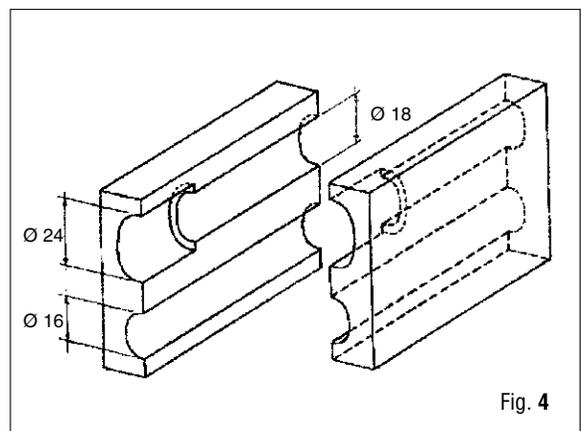
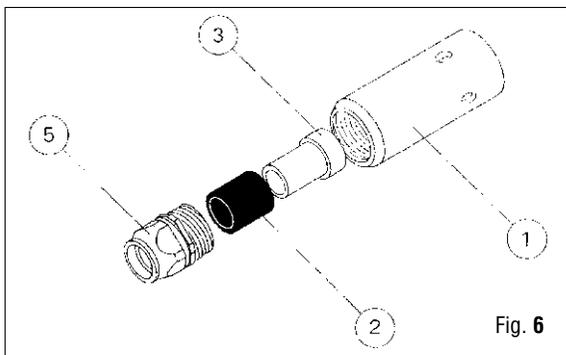
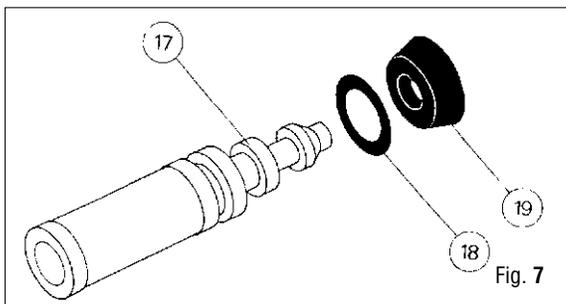
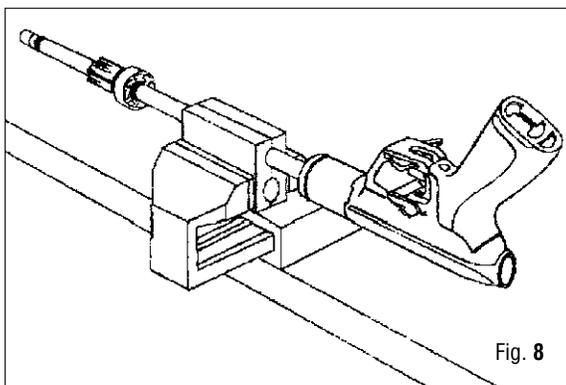

Fig. 4
Fig. 6
Fig. 7
Fig. 8
5. Apriete el cabezal (1-2-3-5) en las mordazas (diám 24 mm) usando una morsa (Fig.4). Extraiga el cabezal sujetando la empuñadura y la ojiva, atornillándolas simultáneamente en sentido antihorario y aplicando la misma fuerza en ambos componentes.
6. Apriete la ojiva en las mordazas (24 mm) (A-1) (Fig.4) y quite la virola (5) del cuerpo del cabezal (1) con una llave de 19 mm. (Fig. 6)
7. Quite el tubo de goma (2) y el casquillo de amortiguación (3) del cuerpo del cabezal.
8. Quite el tubo de goma (29) del casquillo de amortiguación.
9. Extraiga el pistón del cañón con la ayuda de la flecha del fusil (Fig. 7).
10. Extraiga el casquete del pistón (19) y el OR (18) del pistón.
11. Con movimiento rotatorio, extraiga la ojiva(4) y el OR (20).
12. Extraiga el refuerzo interno de la ojiva (23) hacia la parte anterior para facilitar la salida del aceite contenido en el fusil. Recoja este aceite en un contenedor. No tire el aceite agotado en el ambiente, consérvelo de manera correcta y entréguelo a las entidades de reciclaje (sólo versión CYRANO).
13. Desplace el soporte de la ojiva hasta su posición original y con movimiento rotatorio extraiga el depósito (25) use las mordazas (A-3) si es necesario (sólo versión CYRANO).
14. Coloque correctamente el cañón en la ranura de las mordazas (A) (diám.16 mm) (Fig. 4) y bloquee (Fig. 8).
15. Quite el OR del cañón (22) con la herramienta apropiada (A-7).
16. Quite el casquillo de retén del OR (21) usando las pinzas especiales para anillos elásticos.
17. Quite el refuerzo interno de la ojiva (23) y el OR correspondiente (29) del cañón (sólo versión CYRANO).
18. Extraiga el OR (22) usando la herramienta (A-7).
19. Con un par de pinzas para anillos elásticos quite los casquillos de retén de los OR (21) del cañón. (sólo versión CYRANO).
20. Extraiga la chaveta fija culata (62) usando un punzón y extraiga la culata.
21. Quite el perno (3) usando un punzón y extraiga el gatillo (48-52).
22. Quite la clavija de regulación del gatillo (48) del cuerpo del gatillo (52) con una llave de 6 mm.